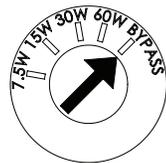

Figura 27
4. Utiliza un destornillador de cabeza plana para cambiar la derivación del transformador a BYPASS tal como se muestra en la Figura 27.